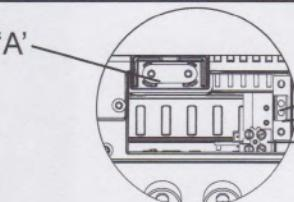

Fig.13
5. Выкрутите крепление кабельного зажима (A на рис. 13) и снимите кабель питания.